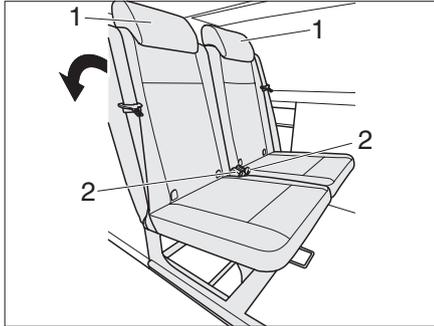

Bild 38 Schlafsitzbank
- ▶ Kopfstützen (Bild 38,1) ausbauen.
- ▶ Für den jeweiligen Sitz die Schlinge (Bild 38,2) ziehen, Sitzbank etwas nach vorne schieben und die Lehne nach hinten drücken, bis die Lehne waagrecht liegt.